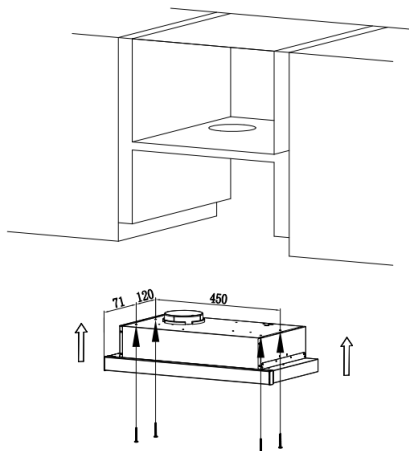

**Рисунок 13**
7) Подключите прибор к электросети и выдвиньте козырек. Включите/выключите LED лампочки для проверки работоспособности прибора (см. рисунок 13)